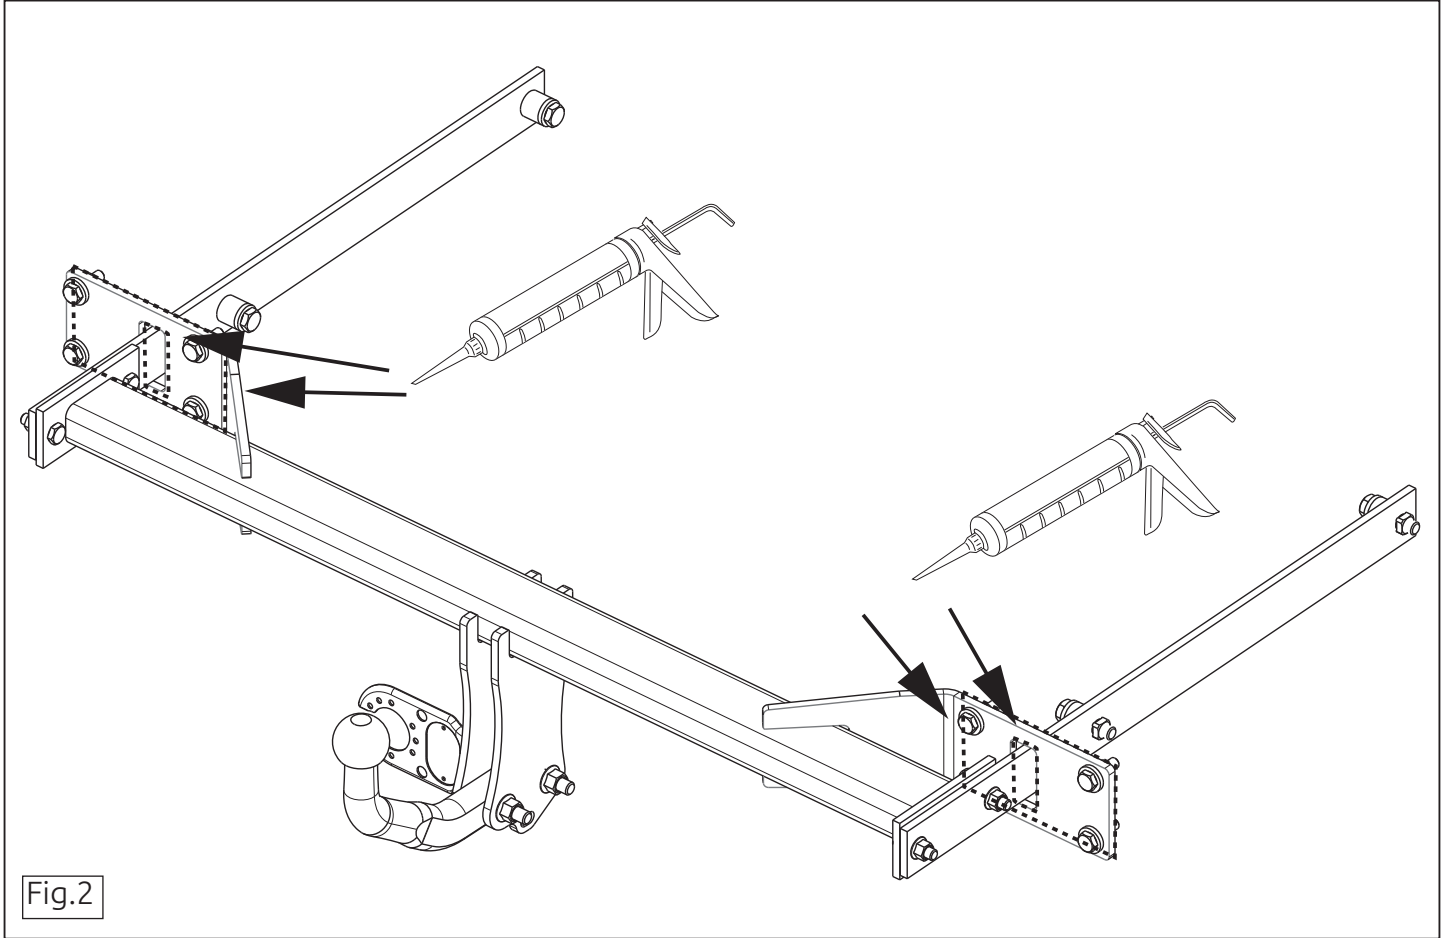

Fig.2
9. Герметизировать обозначенные части (см. рис. 2)